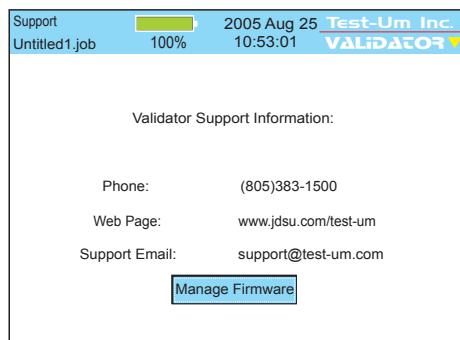

Abbildung 2.6 Support-Informationen
4. Wählen Sie in der Startanzeige 'Properties' (Eigenschaften) und anschließend 'Support Info' (Support-Infos) aus (Abbildung 2.6)